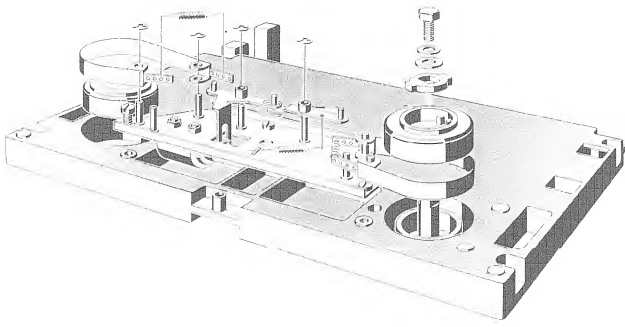

Fig. 4.2.-2
4.2.1. Mesure du moment de freinage (fig. 4.2.-1)
4.2.2. Einstellen der Bremsen (Fig. 4.2.-2)
4.2.2. Adjustment of braking torque (fig. 4.2.-2)